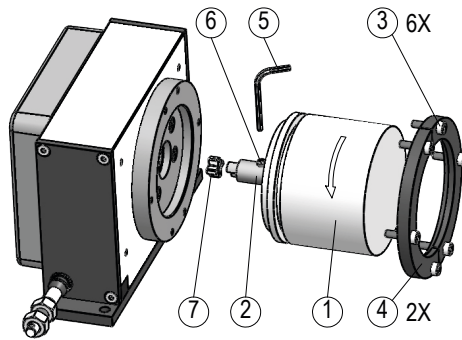

Abb. 4: Montage eines Gebers
Das Seilzugsystem ist für die Montage eines Inkrementalgebers oder eines Absolutwertgebers/Winkelcodierers vorbereitet (Abb. 4).
1. Für die Justage des Referenzpunktes lockern Sie die Schrauben ⑥ (siehe Abb. 4) bis der Geber sich drehen lässt.